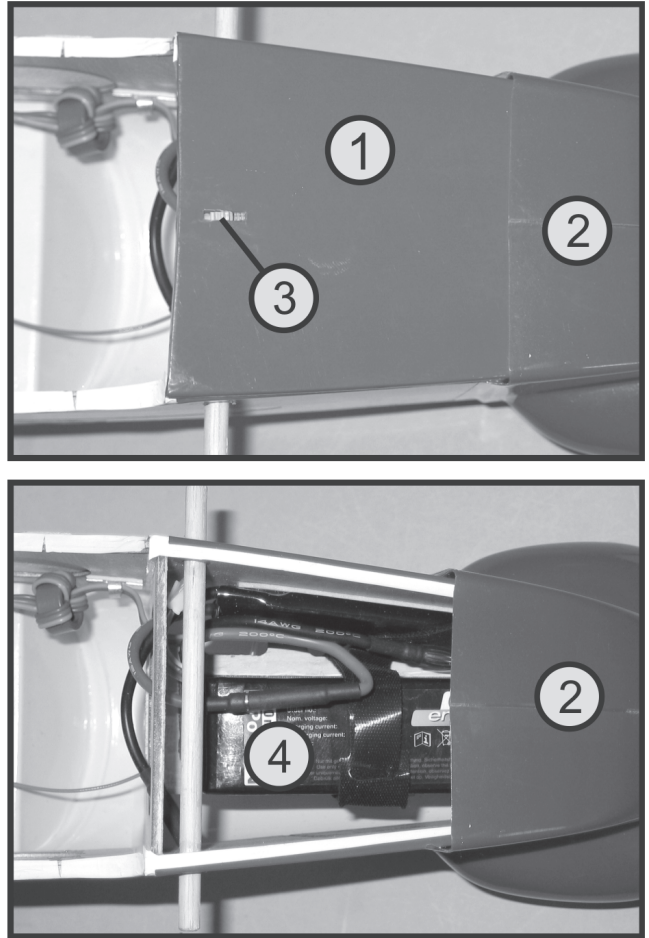

Bild 26
Schieben Sie die Motorhaube auf das Modell auf und montieren Sie die Spinnerplatte (4) und den Propeller (5). Die Abdeckplatte für den Akkuschacht (6) muss dabei aufgesetzt und verriegelt sein (siehe auch Bild 26).